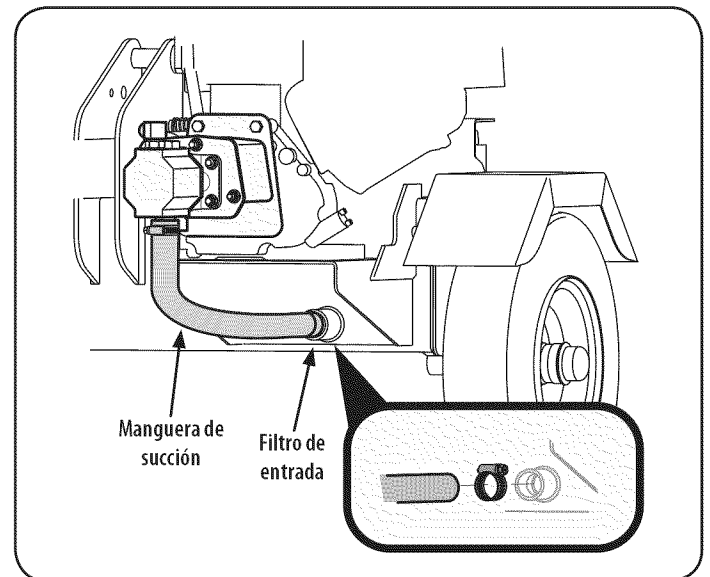

Figura 19
2. Desconecte la manguera de succión del fondo del tanque de depósito. Vea la Figura 19.